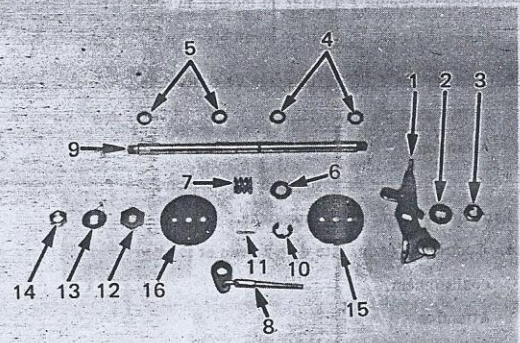

Fig. 2-92 Assemblage des papillons
1. Assembler les papillons et l'axe de papillons dans l'ordre indiqué à la Fig. 2-92